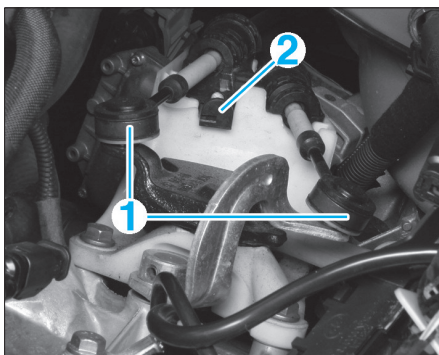

FIG. 7
- Dégrafer les rotules (1) de commande de vitesses (Fig.7) à l'aide de l'outil [1].
- Déverrouiller les câbles des arrêts de gaine sur la boîte de vitesses en appuyant sur le verrou (2) dans le sens de la flèche.